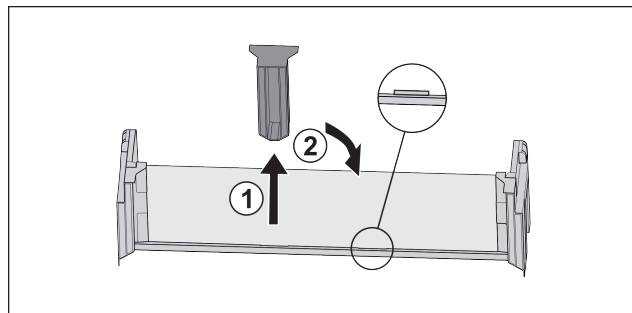

Fig. 65
- ▶ Wyciągnąć środkowy element trzymający Fig. 65 (1).
- ▶ Włożyć środkowy element trzymający na środkowej pozycji Fig. 65 (2).